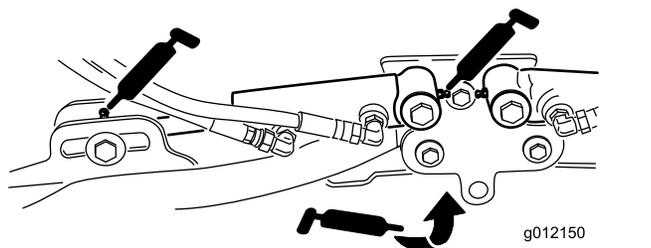

Figure 37
- Vérins des bras de levage des unités de coupe (x 2) (Figure 37)
- Pivots des bras de levage (x 1) (Figure 37)